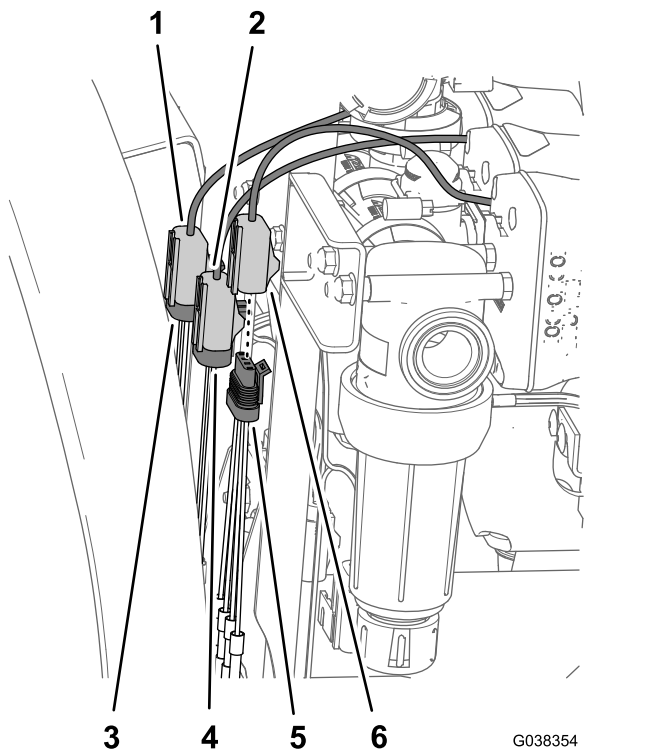

Figura 57
1. Conecte el arnés de válvula de 3 pines marcado MASTER SPRAY VALVE al conector hembra de 3 vías de la válvula de fumigación maestra (Figura 57).
2. Conecte el arnés de válvula de 3 pines marcado AGITATION VALVE al conector hembra de 3 vías de la válvula de agitación (Figura 57).
3. Conecte el arnés de válvula de 4 pines marcado RATE VALVE en el conector hembra de 4 vías de la válvula de caudal (Figura 57).